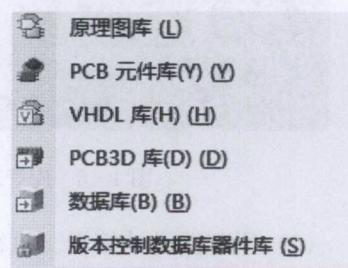

图 1-9 库子菜单的命令
(13) 库。该菜单具有一个子菜单，如图 1-9 所示，其中包括以下几个命令。